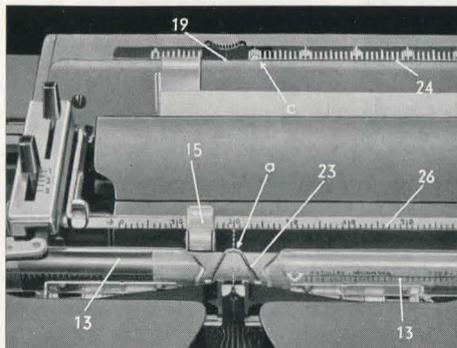

Abb. 16
Der Kartenhalter (23) ist mit einer rot ausgelegten Kerbe (a) versehen, die zum schnellen Auffinden einer bestimmten Schreibstelle dient (Abb. 16).
Soll zum Beispiel der Zeilenbeginn an der Stelle des eingespannten Bogens liegen, die durch den Teilstrich zwanzig des Papierhalters (26) bezeichnet wird, so stellt man den Anfangsrandsteller so ein, daß der Strich des Randzeigers (c) auf den Teilstrich zwanzig der Gradskala (24) deutet. Am schnellsten erfolgt die Einstellung des Anfangsrandstellers, indem man den Wagen zuerst auf die gewünschte Stelle bringt und dann den Randsteller so weit nach rechts schiebt, bis er anschlägt (Abb. 16). Soll vor dem eingestellten linken Rand geschrieben werden, so drückt man den Randlöser (39) und schiebt dabei den Wagen nach rechts. Der Schlußrandsteller (19) ist so einzustellen, daß sein Randzeiger (c) auf der Gradskala (24) etwa sechs Teilstriche weniger anzeigt als die rechte Kante des eingespannten Bogens auf dem Papierhalter (26). Das eingestellte Zeilenende wird sechs Anschläge vorher durch das Zeilenschlußsignal angekündigt. Nach diesen sechs Anschlägen tritt eine Sperrung der Tasten ein. Soll darüber hinaus geschrieben werden, so drückt man den Randlöser (39).
Mit Hilfe der roten Marke (a) des Kartenhalters (23) kann man nach dem Radieren die betr. Schreibstelle schnell wiederfinden. Man verschiebt den Wagen, bis die Korrekturstelle über die rote Marke (a) zu stehen kommt und dreht die Schreibwalze bis auf Schrifthöhe zurück. Die betr. Taste kann nun angeschlagen werden, so daß die Type genau an der Korrekturstelle zum Abdruck kommt (Abb. 16).
Das Setzen der Reiter erfolgt durch Druck auf den rechts neben den Tabuliertasten (33) angebrachten, mit (+) Zeichen versehenen Setzer (35). Um die Tabuliereinrichtung auf einen Vordruck (Brief, Angebot usw.) einzustellen, führt man den Bogen in der bekannten Weise ein und schiebt die Papieranlage (18) an die linke Bogenkante heran. Unter Benützung des Wagenlösers (12) führt man dann den Wagen nacheinander an diejenigen Stellen, an denen er zum Schreiben der Anschrift, des Betreffzeichens, des Datums usw. durch die Tabuliertaste (33) angehalten werden soll. An jeder dieser Stellen, die durch die rote Marke (a) des Kartenhalters angezeigt werden, drückt man dann den Setzer (35) nieder. Außerdem kann man die Reiter nach der Skala des Papierhalters (26) setzen (Abb. 16). Bei Maschinen mit 1,5 mm Buchstabenteilung (Raumsparschrift) ist nur für jede zweite Stelle ein Reiter vorgesehen. Die Reiter können deshalb nur nach den im Abstand von 3,0 mm angeordneten Teilstrichen auf der Skala des Papierhalters (26) gesetzt werden.